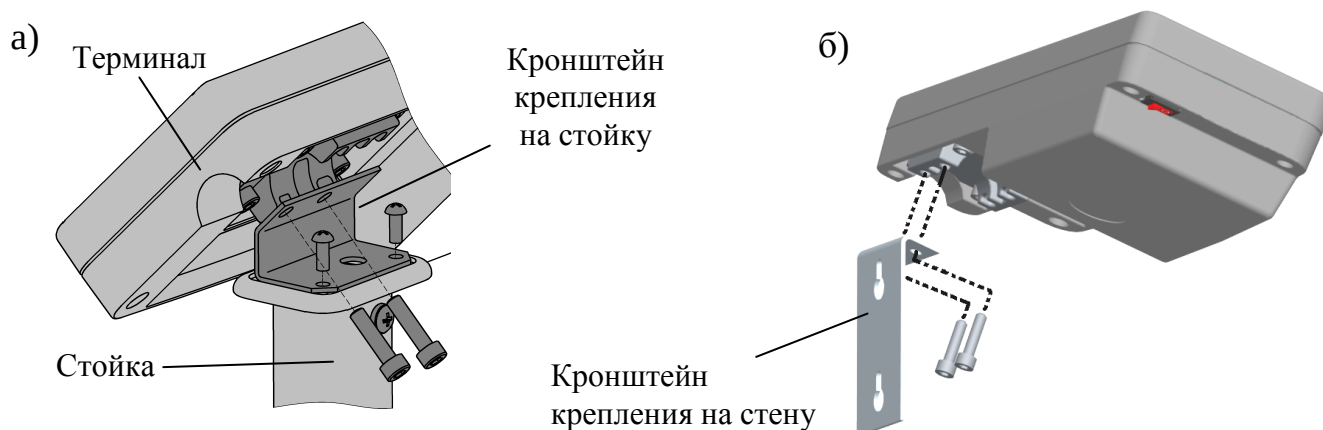

Рис. 4.1 - Установка терминала А.W/4D на стойке (а), на стене (б)
4.1.2.2 Установить терминал в удобное для работы оператора положение. Терминалы могут устанавливаться на стойке, столе или стене (варианты крепления терминала А/4D (А.W/4D) приведены на Рис. 4.1).
4.2.1.1 Установить терминал в удобное для работы оператора положение. Терминалы могут устанавливаться на стойке, столе или стене (варианты крепления терминала A/4D (A.W/4D) приведены на Рис. 4.1).